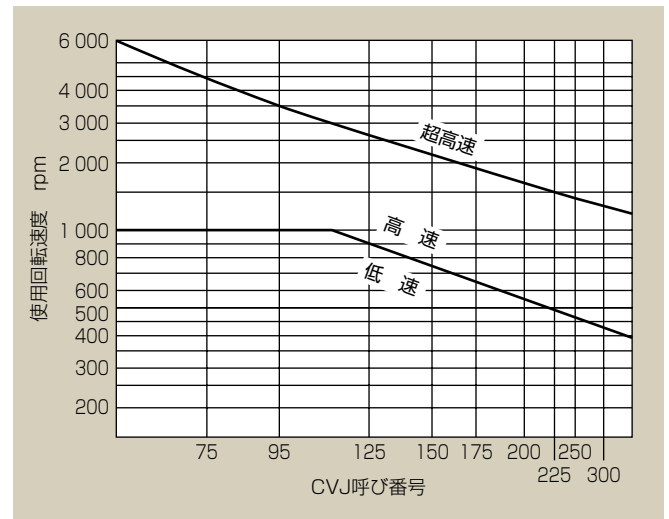

図11 CVJ呼び番号と回転速度
3. 使用軸の許容回転速度の低速、高速は図11を目安としてください。